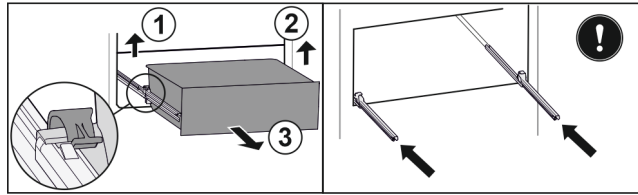

Fig. 166
- ▶ Приподнимите левый зажим и одновременно вытяните движением вперед выдвижной ящик слева. *Fig. 166 (1)*
- ▶ Приподнимите правый зажим и одновременно вытяните движением вперед выдвижной ящик справа. *Fig. 166 (2)*
- ▶ Извлеките выдвижной ящик движением вперед. *Fig. 166 (3)*